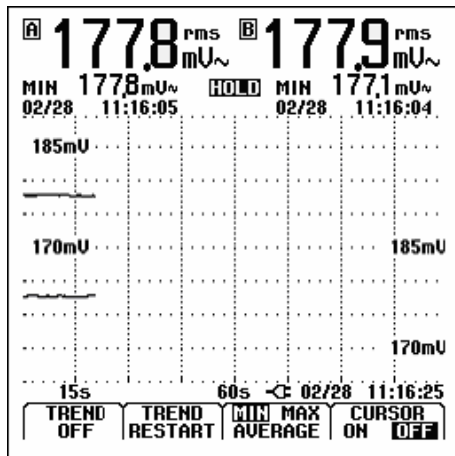

Figura 5-1. Lectura de los trazados
①  Abra el menú de modos de la aplicación.
②  Resalte TRENDPLOT.
③  Inicie el registro. Verá una pantalla como la que se muestra en la figura 5-1.